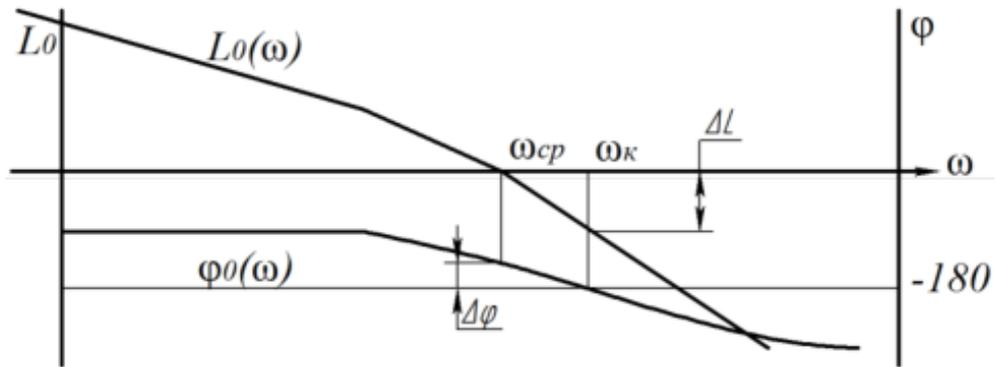

Рис.4 – ЛАЧХ и ЛФЧХ разомкнутой системы
**Косвенные показатели качества устойчивости** замкнутой системы, определяются по её ЛЧХ в разомкнутом состоянии: запас устойчивости  $\Delta L$  по амплитуде, запас устойчивости по фазе  $\Delta\phi$  (желательно не менее  $20^\circ$ ) и частота среза  $\omega_{ср}$  (рис. 4).